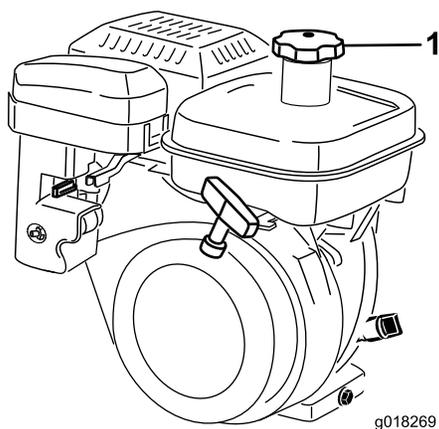

Figure 25
1. Nettoyez la surface autour du bouchon du réservoir de carburant et enlevez le bouchon (Figure 25). Ne remplissez pas le réservoir de carburant plus haut que la base du filtre. Ne remplissez pas excessivement.